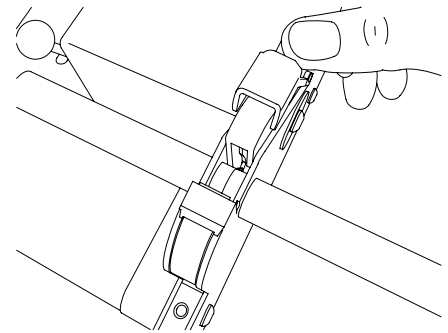

Figure 28 アーク・シールド(開位置)
1. つまみタブを押し下げて、アーク・シールドを開きます。**Fig.28**をご参照ください。